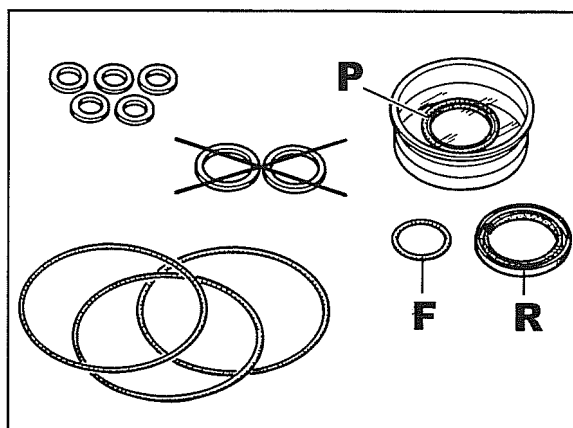

Fig. 63
6. Na montagem substituir a série anéis e as anilhas de retenção da fig. 63.